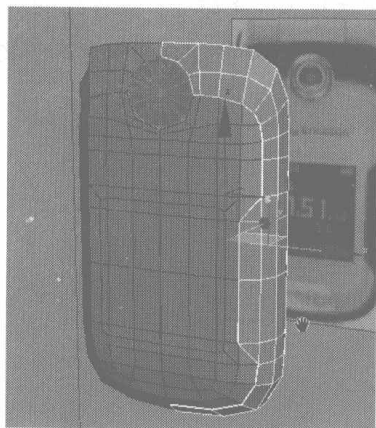
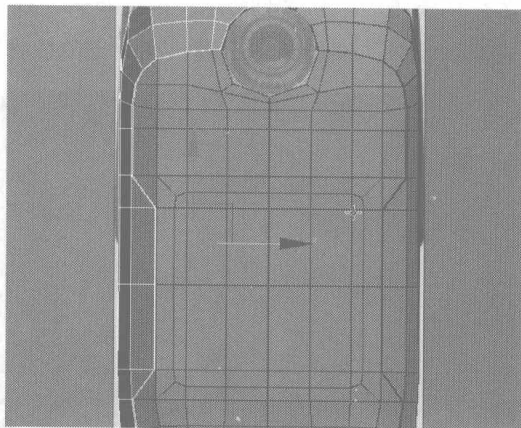

图 4.66
图 4.67
- 20** 继续选择如图 4.66 所示的物体，在工具栏中单击 按钮，在弹出的对话框中依照默认值进行设置，并在 Front 视图中将镜像的物体移动到另一侧，如图 4.67 所示。